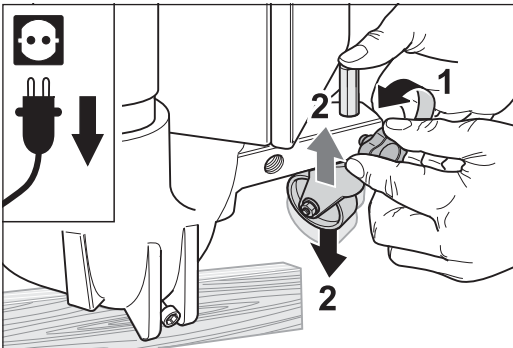

Abb. 22 Die Sterngriffschraube vorsichtig lösen (1) und die Lenkrolle einstellen (2).
- 3 Halten Sie mit der einen Hand die einzustellende Lenkrolle fest und lösen Sie mit der anderen Hand vorsichtig die Sterngriffschraube am Lenkrollenarm des Ventilatorgehäuses (Abb. 22, 1).
- 4 Stellen Sie die Lenkrolle auf das gewünschte Maß zum Lenkrollenarm ein (Abb. 22, 2) und ziehen Sie die Sterngriffschraube wieder fest.